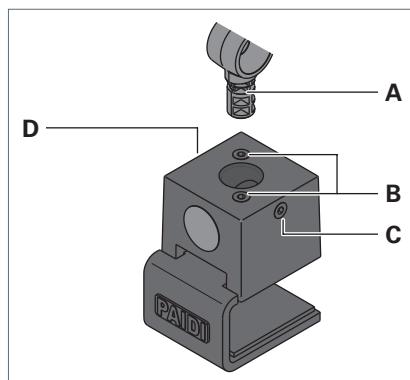

Fig. 1: Montaggio.
- Fissare il morsetto da tavolo alla superficie di montaggio utilizzando le viti **B**, vedi Fig. 1.